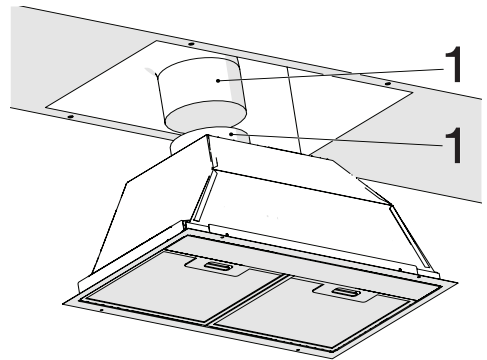

Fig. 4
- Acoplar la tubería de salida de aire a la salida de aire de chimenea y sujetarla con una abrazadera (Fig. 4).